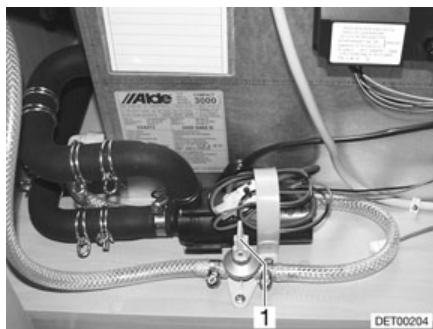

Fig. 241 Robinet de vidange
- Ouvrir tous les robinets de vidange. Pour cela, placer le levier à bascule (Fig. 241, 1) en position verticale.